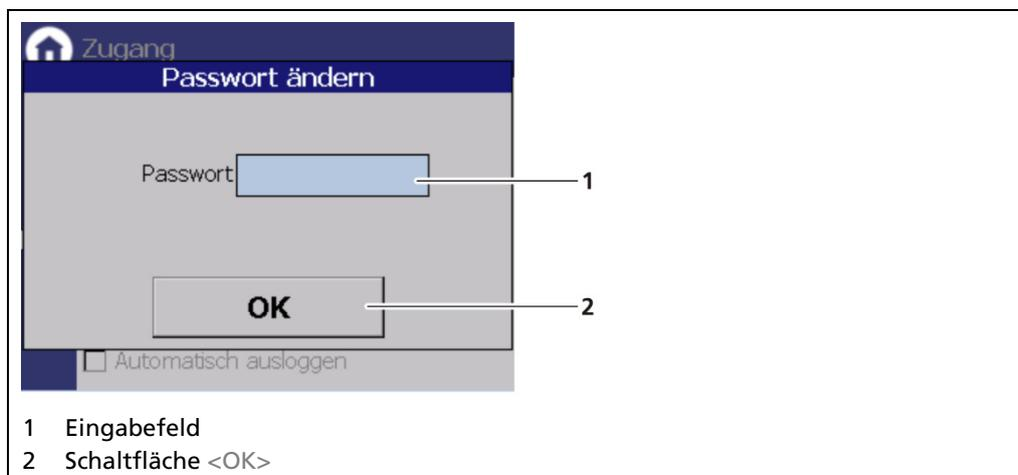

Abb. 37 Passwort ändern
1. Klicken Sie auf das Textfeld (Abb. 37, Pos.1), um das Eingabefeld zu öffnen.
4. Klicken Sie auf <OK> (Abb. 37, Pos.2), um zu bestätigen.